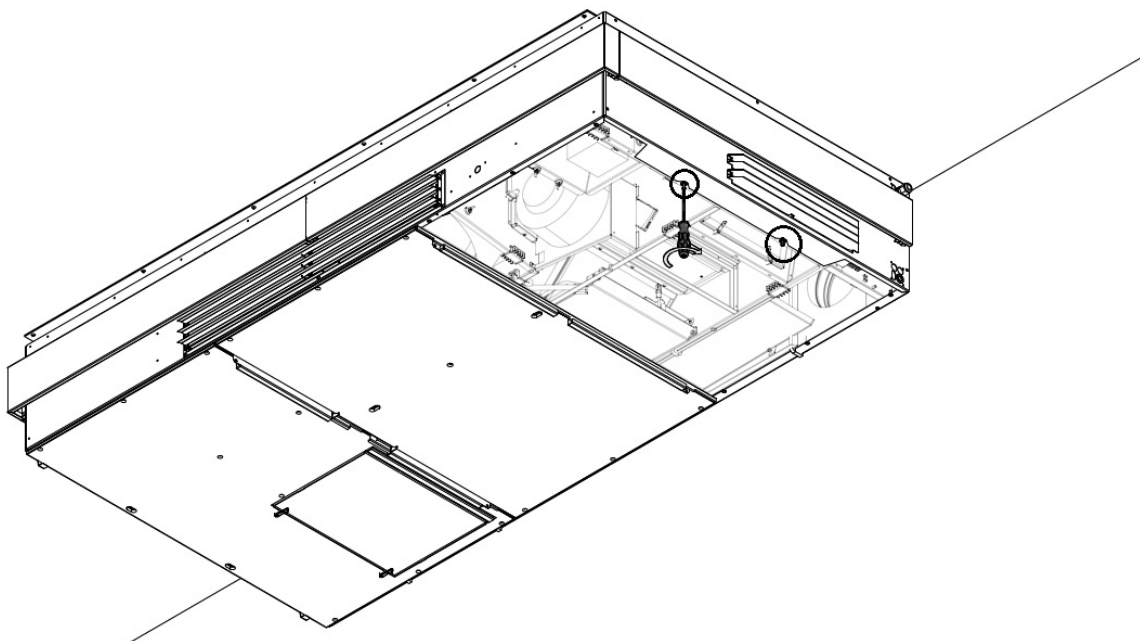

Figur 44: Spænd boltene
9. Spænd boltene i nøglehullet, se Figur 44.